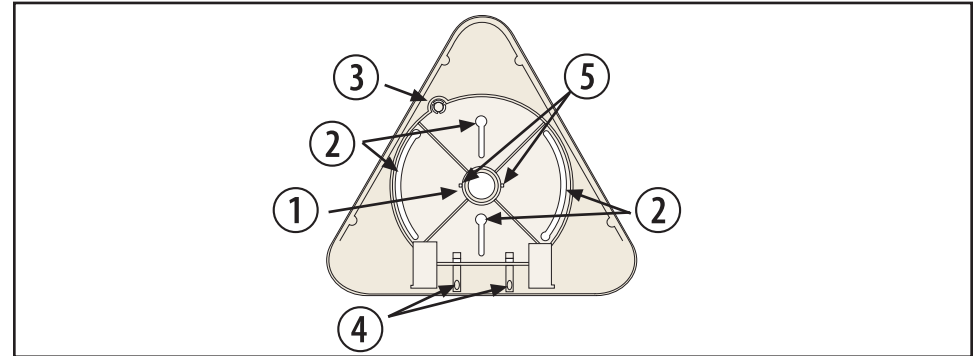

Bild 3.3: Monteringsbas
Med de svängda monteringsspåren kan detektorn roteras upp till 60° för att få önskad täckning. Se *bildtexten (2) till Bild 3.3 Monteringsbas*.